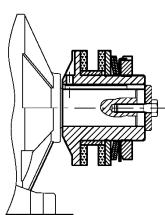
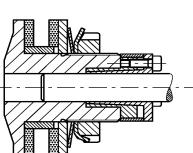

FIG. 2
FIG. 4
- Il fissaggio del dispositivo può essere effettuato assialmente con viti e rondella (FIG.2), radialmente con grano sulla linguetta (FIG.3). Oltre a questi blocchaggi possono essere utilizzati, a richiesta, calettatori interni (FIG.4) o esterni (FIG.5).
- The device can be fixed axially with a screw and washer (FIG. 2) or radially with grubscREW (FIG. 3). In addition to these std. fixing system can also be used a locking assembly (FIG. 4) or shrink discs (FIG. 5).